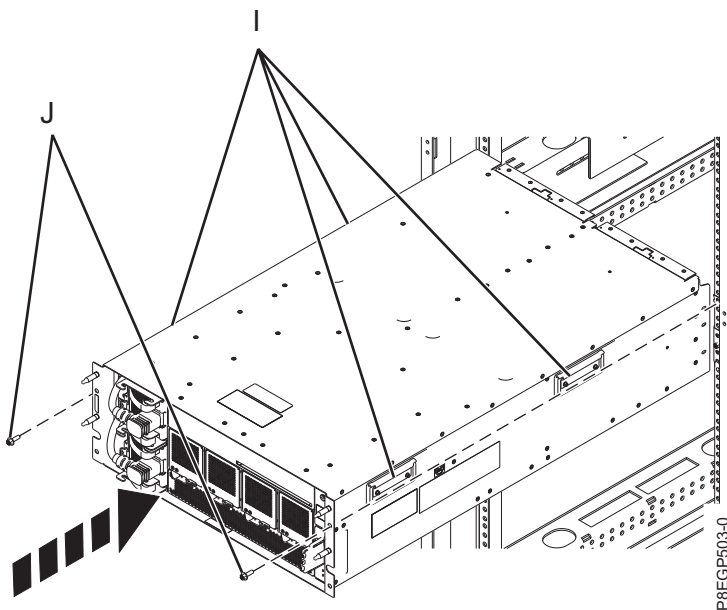

Abbildung 9. Einschub in einem Rack installieren
4. Für das Führen des Einschubs werden drei Personen benötigt, wovon zwei Personen ihn an den vier Griffen **(I)** festhalten (siehe Abb. 9) und eine Person an der Vorderseite des Einschubs steht. Heben Sie den Einschub an und positionieren Sie ihn über der Vorderseite der Schienen.
6. Bringen Sie die zwei M5-Sicherungsschrauben **(J)** durch den Einschub an den Klemmmuttern an der linken und der rechten Schiene an. Siehe Abb. 9.